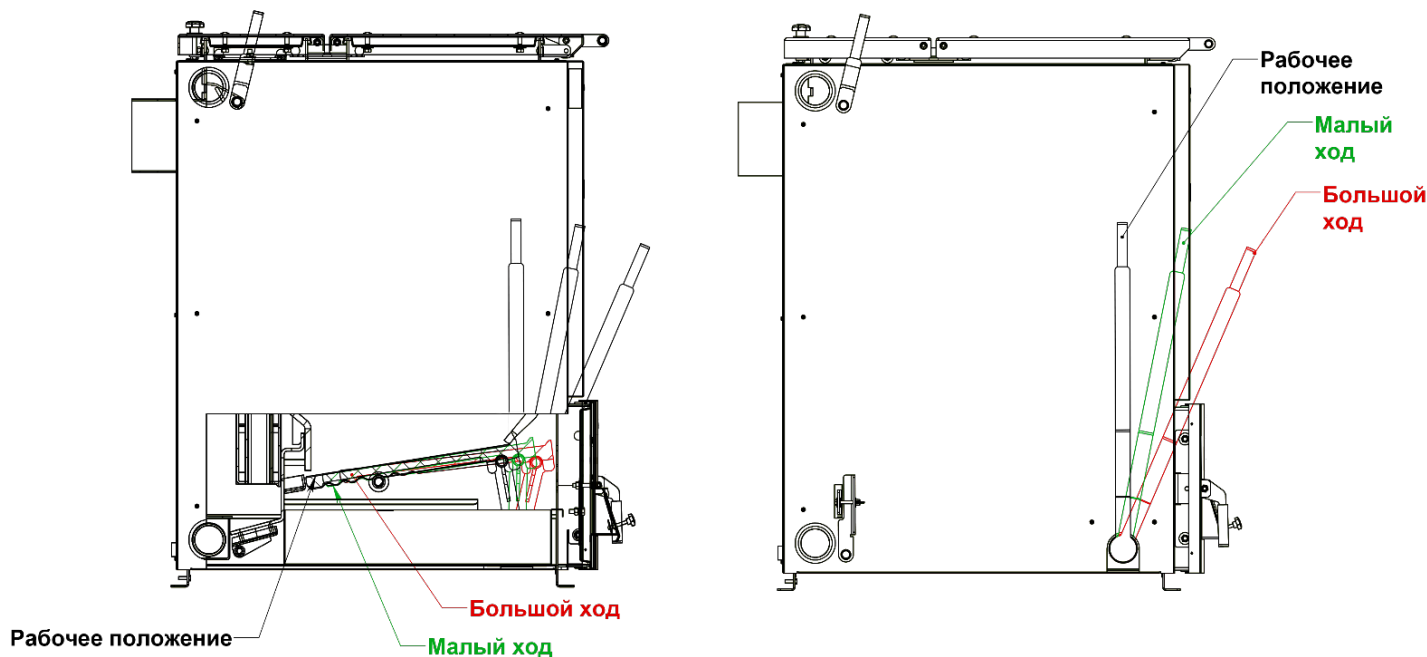

Рис. 13 Механизм привода колосников
При дозагрузке топлива необходимо удалить шлак и золу с колосников, а также разрыхлить спекшееся топливо путем большого (два щелчка вперед-два назад) либо малого хода (один щелчок вперед-один назад) механизма привода (рис.13).
4. Полностью открыть загрузочную дверцу (рис.2 поз.7). Разрыхлить угли механизмом привода колосников (шуровочным механизмом) (рис.13), сбросить шлак (очистить колосники) в зольный ящик, затем очистить зольный ящик и заполнить загрузочную камеру новой порцией топлива (рис.12).
6. Установить рычаг механизма привода колосников (шуровочного механизма) в рабочее положение (рис.13).